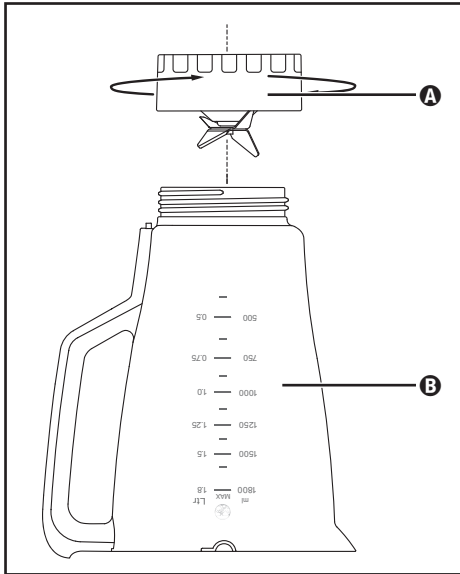

Fig. 3
- 2) Renversez l'appareil et tournez le bloc de lames **A** dans le sens anti-horaire afin qu'il se détache de la partie en verre **B** (voir fig. 3).